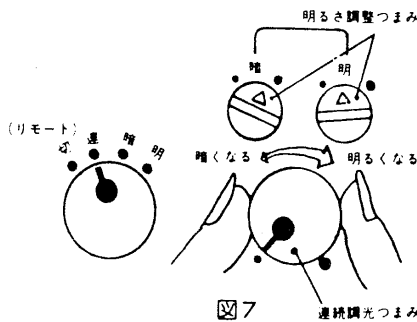

図7
- 切換スイッチを「連」にしますと連続調光つまみにより連続的に調光できます。(図7)